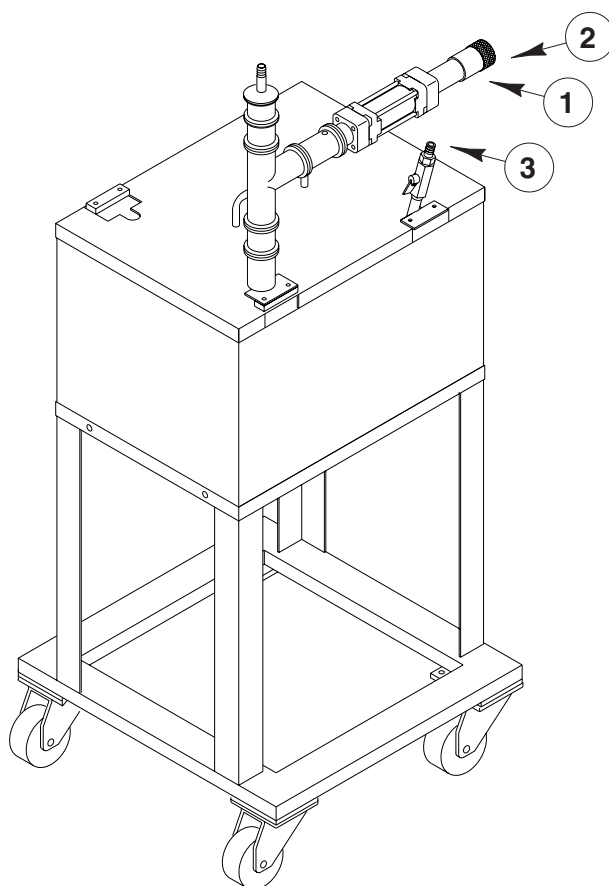

Fig. 6.1.18
La variación de la capacidad de la bomba (Fig.6.1.18) se obtiene de la siguiente manera:
- afloje la virola de bloqueo (Pos.1, Fig.6.1.18) y accione el pomo (Pos.2, Fig.6.1.18), girándolo en sentido horario o en sentido antihorario. Una vez realizada la regulación bloquee la virola (Pos.1, Fig.6.1.18).
Para regular la presión del producto intervenga sobre el grifo (Pos.3, Fig.6.1.18).